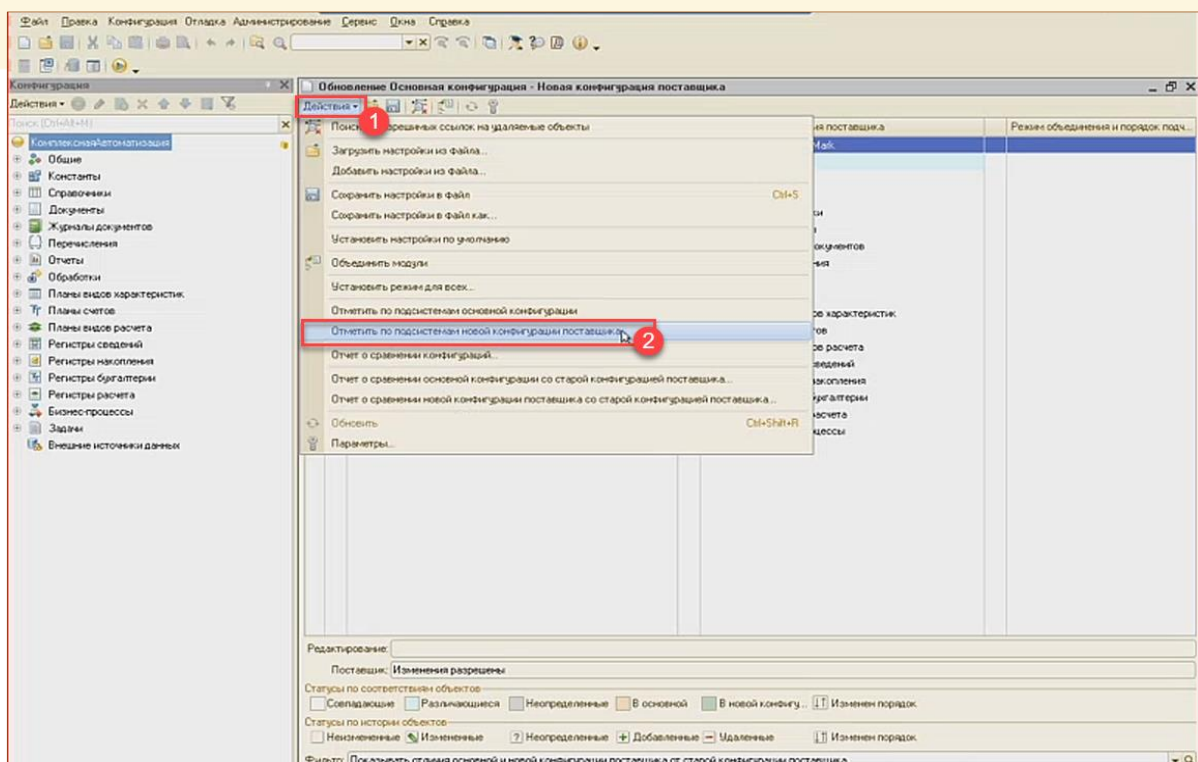

Рис. 11.31 - Обновление конфигурации
- 4) Затем, отметить объекты в новой подсистеме: Действия/Отметить по подсистемам новой конфигурации поставщика (Рис. 11.31);